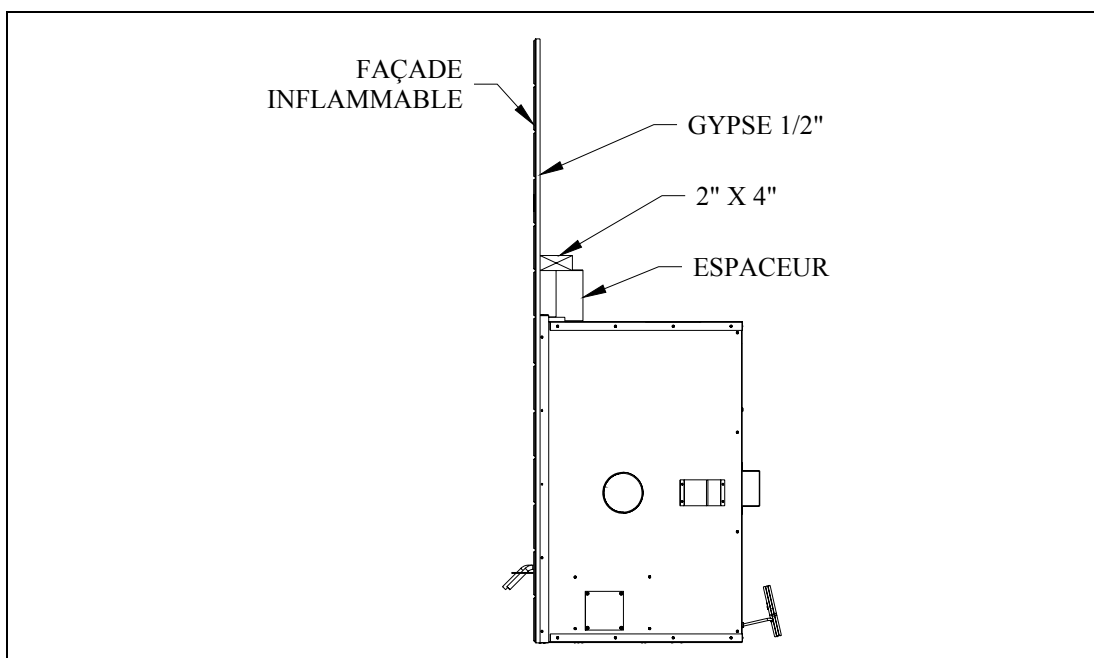

Figure 11
finition, pour que celui-ci soit à ras de la finition du foyer (en tenant compte des limites de la figure 11). Posez les entretoises entre les montants verticaux seulement de la façon suivante :
1. Les matériaux inflammables peuvent être installés à ras de la façade décorative du foyer. Les matériaux inflammables ne doivent pas dépasser à l'avant ou par-dessus la façade décorative du foyer (figure 11).